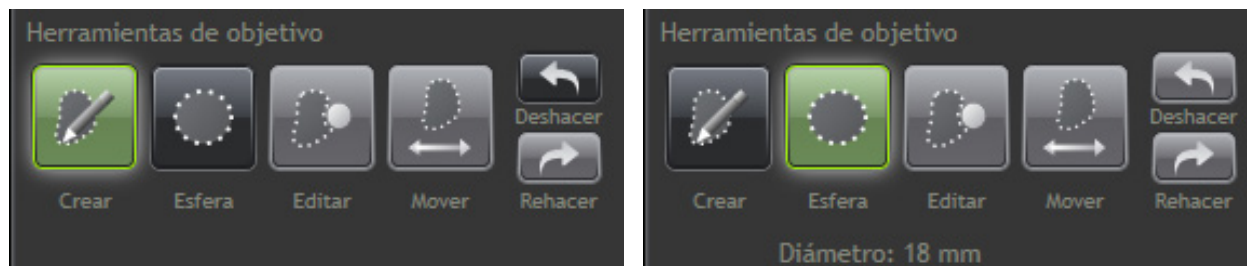

Figura 3-14: La herramienta Crear o la herramienta Esfera se pueden seleccionar en el panel Herramientas de objetivo.
4. En el panel Herramientas de objetivo (Figura 3-14), haga clic en la herramienta **Crear** o **Esfera** para definir su objetivo.
5. Cuando seleccione la herramienta **Crear** (Figura 3-14), mueva el puntero del ratón a un corte/imagen de TC cerca del centro de la lesión objetivo; utilice la rueda de desplazamiento del ratón para aumentar o reducir el área segmentada. Cuando esté satisfecho con el objetivo generado por el software, haga clic con el botón izquierdo del ratón para aceptar su forma y tamaño.
7. Cuando seleccione la herramienta **Esfera** (Figura 3-14), mueva el puntero del ratón a un corte de TC cerca del centro de la lesión objetivo. Utilice la rueda de desplazamiento del ratón para aumentar o reducir el diámetro de la esfera. Haga clic con el botón izquierdo del ratón para aceptar el tamaño del objetivo.
15. Utilice los botones **Deshacer** y **Rehacer** (Figura 3-14) para modificar los pasos realizados en la creación y definición de un objetivo de ablación.